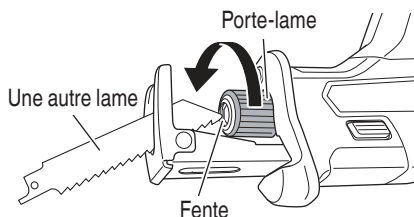

Fig. 13
- (1) Si une partie de la lame de scie cassée dépasse de la petite fente du porte-lame, sortir la partie saillante et retirer la lame.
- (2) Si la section cassée de la lame est dissimulée à l'intérieur de la petite fente du plongeoir, accrocher la lame à l'aide de l'extrémité d'une autre lame et la sortir. (Fig. 13)